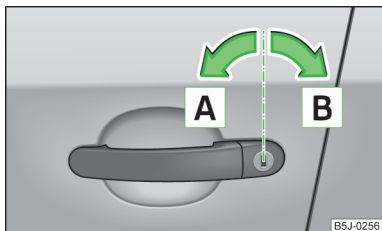

Fig. 31
- > Rotiți cheia în butucul portierei șoferului, în sensul de deplasare (poziție de descuiere) **A** » fig. 31.
- > Rotiți cheia în încuietorea portierei șoferului în sens contrar sensului de deplasare (poziție de încuiere) **B** » fig. 31 la pagina 48.